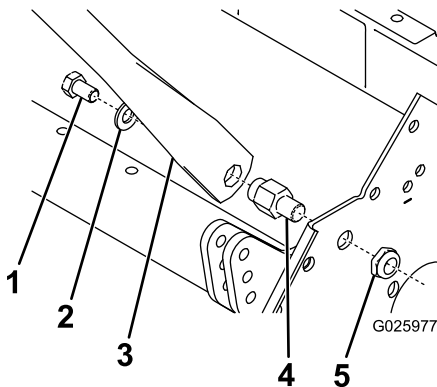

Figure 4
- Montez le nouveau guidon sur la machine avec le boulon, la rondelle, l'axe de pivot et l'écrou à embase que vous avez retirés précédemment (Figure 4).